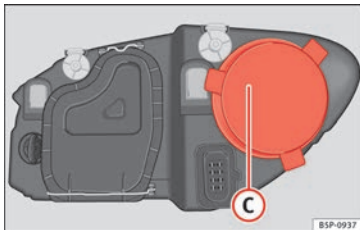

Abb. 180 Fernlicht
- Den Deckel » **Abb. 180** ③ abziehen.